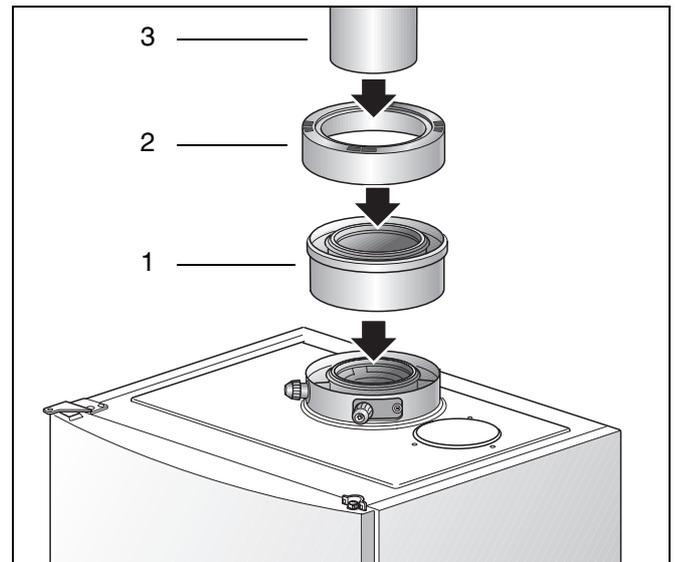

Fig. 23 Montaggio della tubazione di evacuazione fumi
- Innestare sul tronchetto di scarico fumi della caldaia l'anello adattatore di diametro 100/150 (fig. 23, **pos. 1**).
- Posizionare la guarnizione ad anello (fig. 23, **pos. 2**) nell'anello adattatore.
- Inserire la tubazione di evacuazione fumi (fig. 23, **pos. 3**).